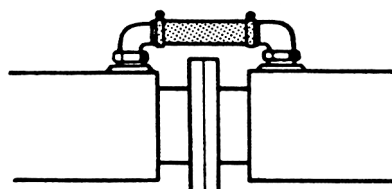

Fig 58.
4. Mantelsektionerna förbinds med en kylvattenledning (fig 58). Denna består av rörkrökar (5/8" inv diam) som svetsas fast på mantlarna och sammankopplas med gummislang. Använd korrosionsbeständiga slangklammor.